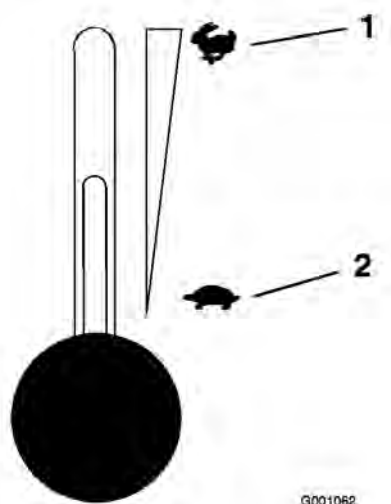

Figure 13
- Placez la commande d'accélérateur à la position haut régime pour démarrer à froid (Figure 13).
- Réglez la manette d'accélérateur à mi-course entre les positions bas et haut régime (Figure 13).